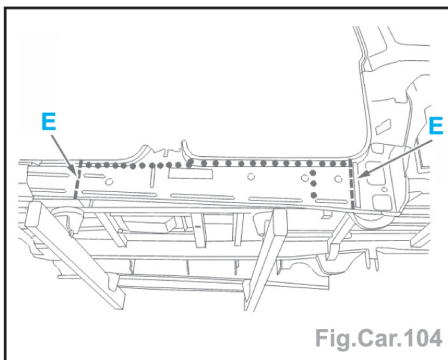

Fig.Car.104
- Solder par cordons successifs au MIG (suivant **E**) (Fig.Car.104).